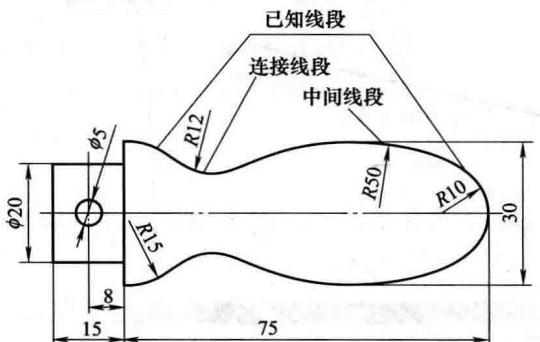

图 1.8 线段分析
**案例 1-2** 分析如图 1.8 所示手柄零件图中的线段。